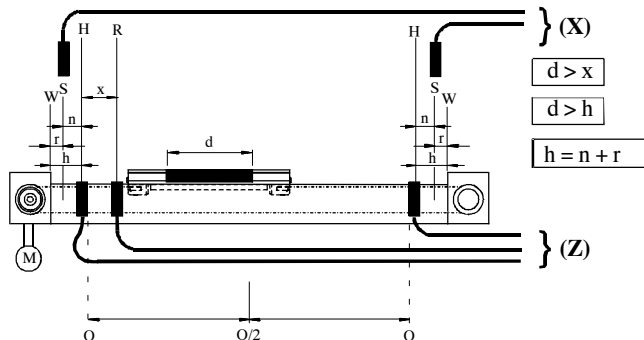

Рис. 25
- Используйте флаги переключения длиной d (→ Рис. 25).
1. Установите **предохранительные концевые выключатели** в механических конечных положениях (W) в соответствии с Рис. 25.
2. Затем установите каретку на расстоянии h (резерв хода) от механического конечного положения ($h = n + r$) → Рис. 25.
- Оставляется тормозной путь длиной p между точкой срабатывания аппаратного концевого выключателя и точкой срабатывания предохранительного концевого выключателя (→ также Рис. 25).
- Несмотря на переход конечного положения (S) предохранительные концевые выключатели срабатывают до достижения механического конечного положения (W).
- При необходимости закрепите **датчик начального положения** между аппаратными концевыми выключателями с соблюдением следующего условия: Есть точка, в которой одновременно срабатывают датчик точки отсчета и ближайший к двигателю аппаратный концевой выключатель ($x < d$, → Рис. 25).